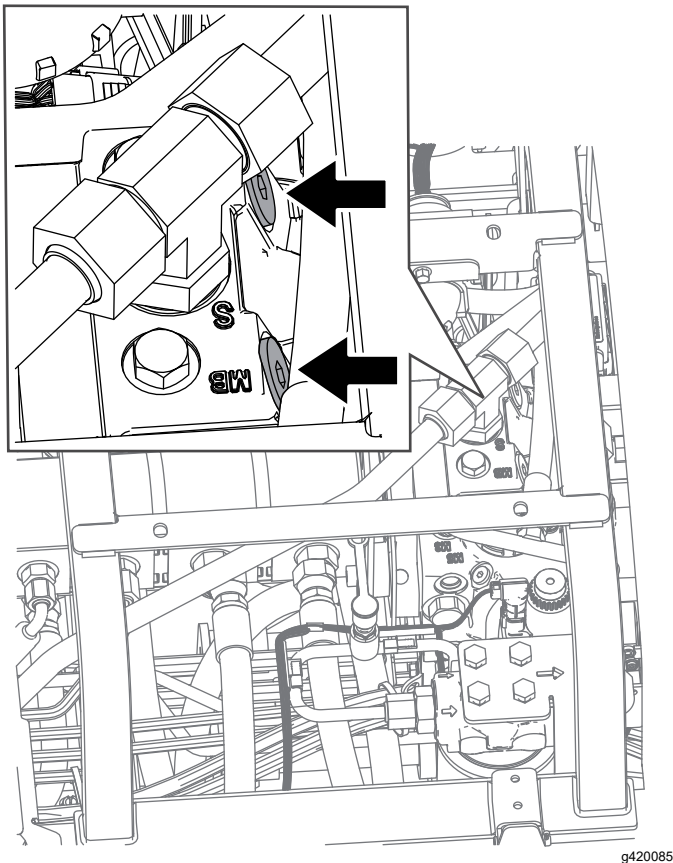

Bild 99
2. Suchen Sie unter dem Sitz das Sicherheitsventil auf der Oberseite des Hydrostatikantriebs (Bild 99).